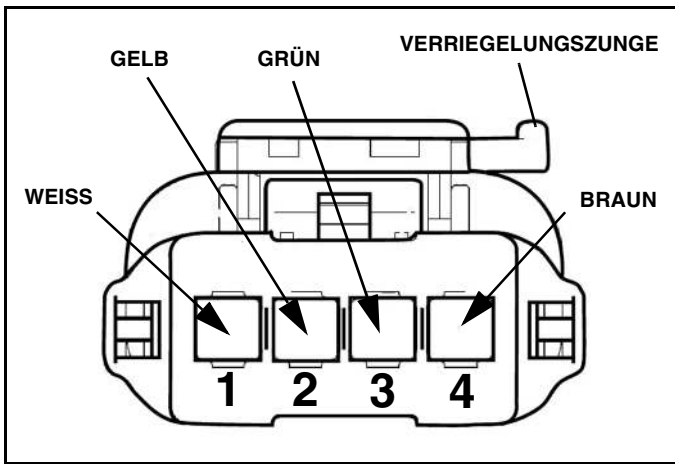

Abb. 1-4
6. Entfernen Sie die blaue Steckerstiftarretierung aus der Buchse. Drücken Sie die Steckerstifte am Ende jeder der vier Leitungen in die Rückseite der Buchse (das Ende mit der eingelassenen hellblauen Dichtung). (Siehe Abb. 1-4 für die Steckerstiftbelegung.)
7. Überprüfen Sie die Leitungsanordnung durch Anschluss des ProControl™-Kabels. Wenn die Leitungsfarben nicht übereinstimmen, überprüfen Sie die Steckerstiftbelegung anhand von Abb. 1-4.